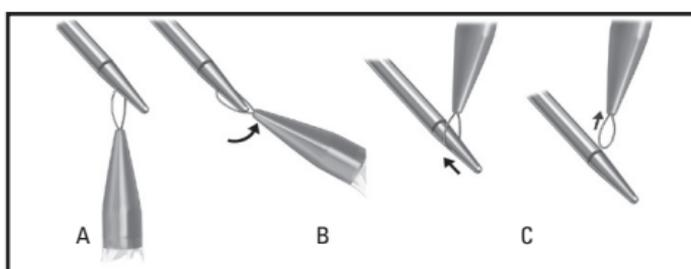

Figure 3. Retrait de la boucle d'association
9. Retirer la boucle d'association de l'aiguille (Figure 3).